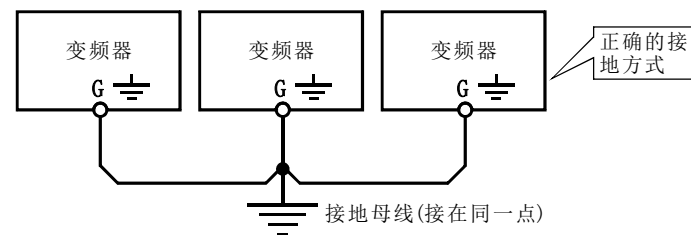

图 1-1
- 为了安全起见,变频器的接地端子必须可靠接地,为了避免接地共阻抗干扰的影响,多台变频器的接地要采用一点接地方式,如图1-1所示。